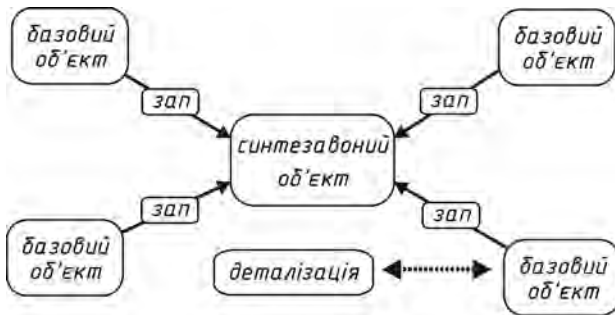

Рисунок 3.2 – Концепція стану питання (варіант)
На рис. 3.2 подано варіант концепції візуалізації стану питання, то б то концепцію побудови рис. 3.1.
На рис.3.2 прийнято такі скорочення та позначення:
як фрагмент концепції зображеної на рис.3.2:
- C* – що запозичили для синтезу (*словами*). На рис.3.2 це скорочення зап;